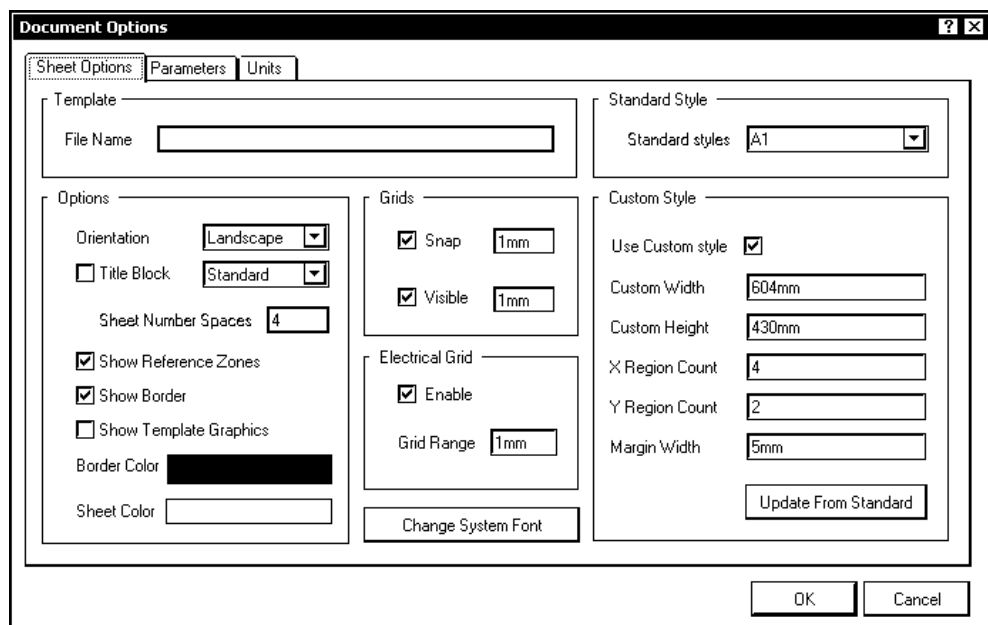

Рис. 3.1. Окно настройки конфигурации редактора схем Altium Designer
1. Активизировать команду главного меню **Design** (Разработка) | **Document Options** (Настройки документа). Откроется диалоговое окно **Document Options** с тремя панелями-вкладками: **Sheet Options** — настройки листа, **Parameters** — реквизиты документа и **Units** — система единиц измерения (рис. 3.1).
1. Командой главного меню **Design | Document Options** активизировать диалоговое окно настройки параметров документа (см. рис. 3.1) и открыть вкладку **Parameters**.
3. Щелчком правой кнопки мыши открыть контекстное меню и выполнить последовательность команд **Options | Document Parameters**. Откроется диалоговое окно **Document Options** (см. рис. 3.1) с активной вкладкой **Parameters**.